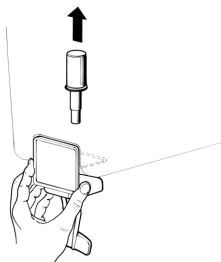

figura 3
**6 Grifo en acero inox por gravedad:** Sacar el pistón y desmontar la palanca mando grifo (ver figura 3).